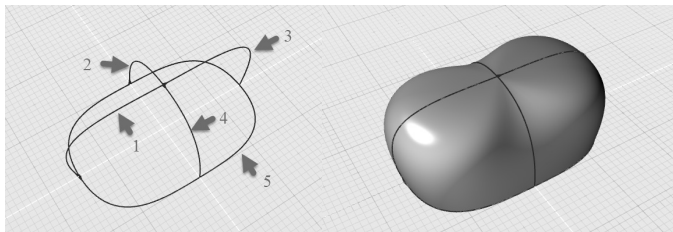

图 4-43 获得默认的辐射状扫掠曲面
2) 使用“辐射状扫掠”工具, 当控制台提示“拾取剖面曲线”时，依次点选图中的曲线#1～曲线#4，选完后按空格键确认；当控制台提示“拾取轨道曲线”时，点选曲线#5，获得图 4-43 所示的曲面。